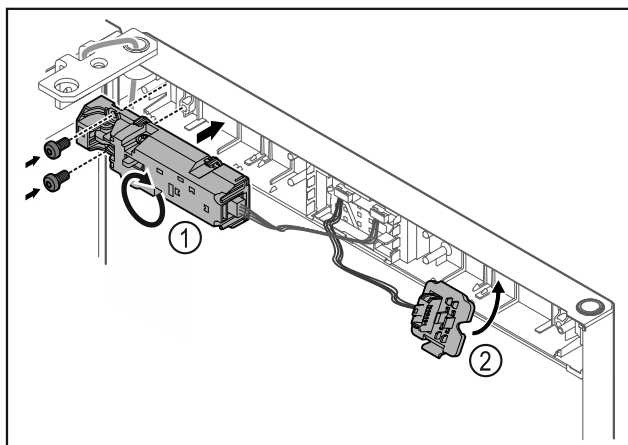

Fig. 24
- ▶ Pasukite nuotolinį užraktą Fig. 24 (1) 180° ir pritvirtinkite priešingoje pusėje.
- ▶ Užfiksukite kištuko laikiklį Fig. 24 (2) priešingoje pusėje.